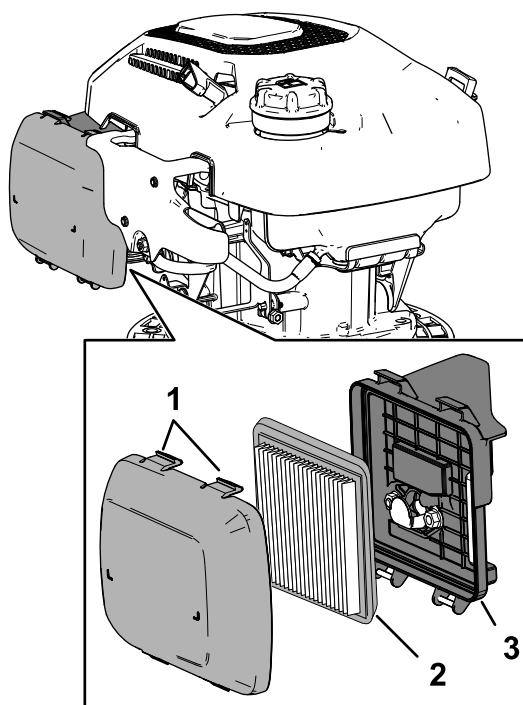

Рисунок 33
1. Нажмите на язычки защелок, расположенные наверху крышки воздушного фильтра (Рисунок 33).
3. Снимите элемент фильтра (Рисунок 33).